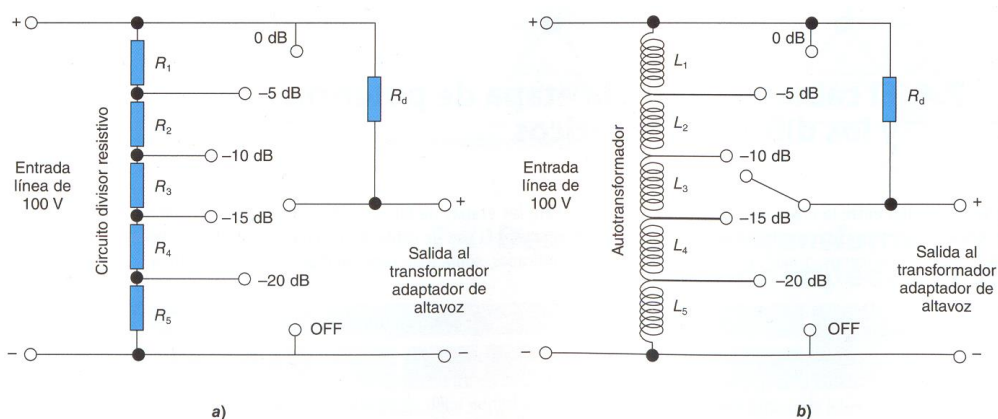

Figura 5. Atenuadores pasivos en líneas de 100V. a) Resistivos, b) Inductivos
Son necesarios para modificar el nivel sonoro por el usuario. En las líneas de 100V se conectan entre esta y el transformador adaptador, figura 5.
- **Resistivos:** Construidos con resistencias, su conmutación permite atenuar el nivel sonoro. Limitados a resistencias de 5 o 6W por el calor, figura 5-a.
- **Inductivos:** Basados en un autotransformador con tomas a varias tensiones y un conmutador, figura 5-b. trabajan con potencias más elevadas.